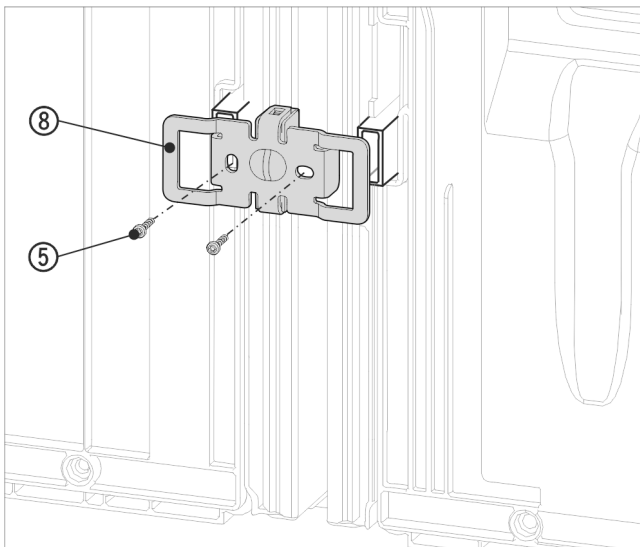

Fig. 18 Illustrationen är ett exempel
- Tryck fast vinkeln Fig. 18 (8) med uttagen över intaget för väggdistansen.
- Dra åt med två skruvar Fig. 18 (5).